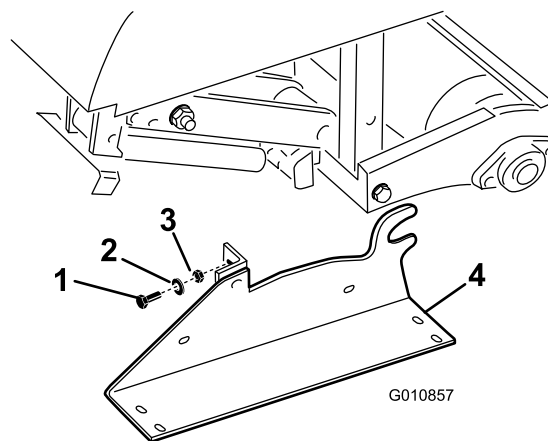

Figura 31
2. Retire los pernos, las arandelas de freno y las tuercas que sujetan los soportes de almacenamiento a cada extremo del aireador (Figura 31).